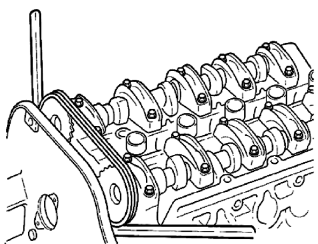

图 10-9 凸轮轴链轮之间嵌入楔子
4) 如图 10-9 所示, 在进、排气凸轮轴链轮两侧嵌入楔子。